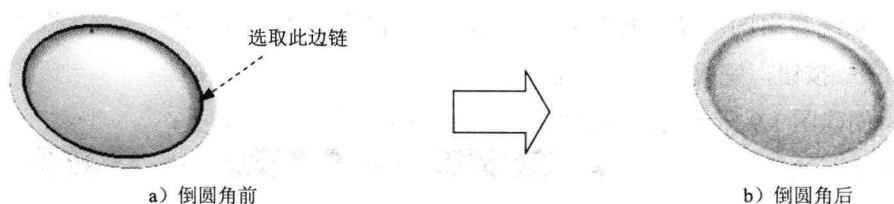

图 1.13 创建圆角特征 2
Step4. 创建图 1.13 所示的倒圆角特征 2, 圆角半径值为 6.0。